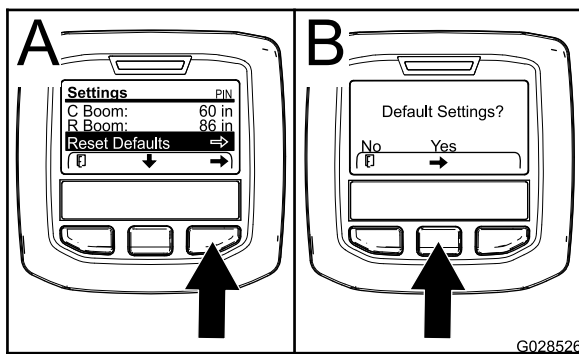

Figure 65
- Appuyez sur le bouton de sélection central pour naviguer jusqu'à l'option Restauration des paramètres par défaut (Figure 65).
3. Dans l'écran Paramètres par défaut, appuyez sur le bouton de sélection gauche pour Non ou sur le bouton droit pour Oui (Figure 65).